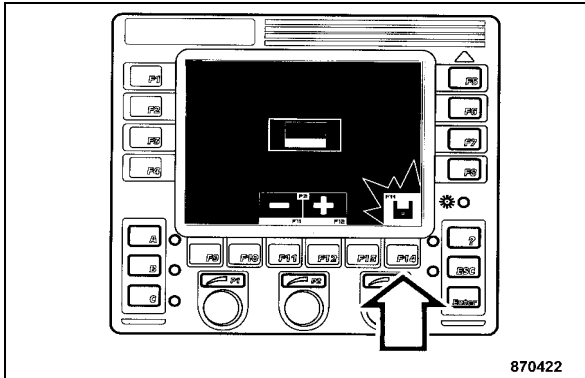

fig. 87
- Appuyer sur la touche "F14" pour sauvegarder la langue choisie (fig. 87). Le symbole "Mémoriser" s'allume momentanément en vert sur le diplay.